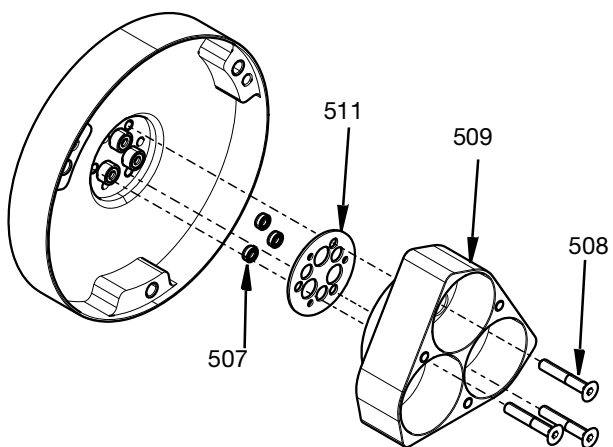

FIG. 14
6. Vyšroubujte tři šrouby M4 (508) pro upevnění skříně vzduchového válce (509). Po demontáži skříně vzduchového válce lze demontovat těsnění skříně válce (511) a těsnění jehly (201). Viz **Sada nástrojů pro vložení a vyjmutí těsnění, 25T489**, strana 35, kde je popsána demontáž těsnění jehly. Viz FIG. 14.